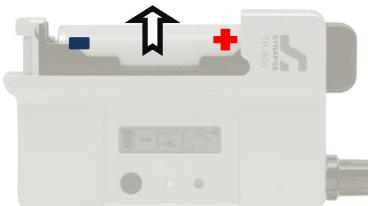

Рисунок 3.2 - Аккумуляторная батарея
- Извлеките аккумуляторную батарею (Рисунок 3.2).
Блок может устанавливаться как на столе, так и в стойке RACK 19" с помощью уголков из комплекта поставки. Уголки крепятся к блоку двумя винтами (Рисунок 3.2) . Возможно соединение двух блоков друг с другом для более компактной установки в стойку (Рисунок 3.3) . Для этого нужно снять верхние крышки и использовать крепёжные отверстия для уголков (Рисунок 3.4).